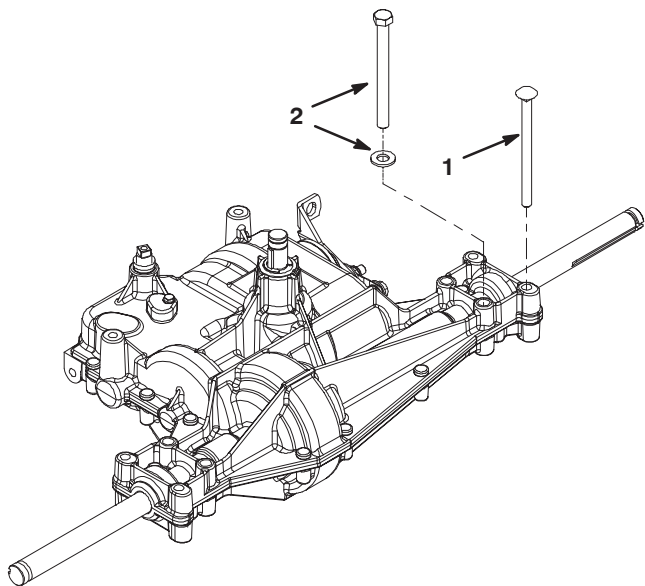

Figure 2
4. Remplacez les anciens boulons par (2) boulons de carrossier de 5/16 x 4,5 pouces (Fig. 2).
5. Placez une vis de 3/8 x 4 pouces et une rondelle de 0,406 x 0,813 dans le trou arrière libre situé à chaque extrémité de la boîte-pont (Fig. 2).